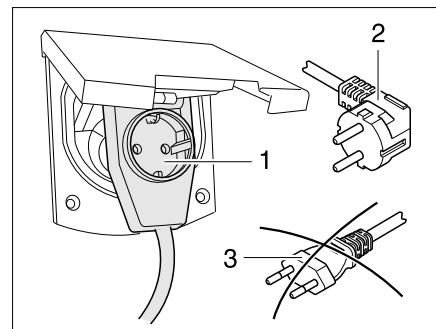

Bild 96 Anschluss an eine Winkelkupplung mit Steckdose
- ▶ Bei Verwendung einer CEE 17 Winkelkupplung mit rückseitig eingebauter Steckdose (Bild 96,1) nur einen gummierten und versiegelten IP 44 Stecker mit Schutzkontakt (Bild 96,2) verwenden. Keine Stecker ohne Schutzkontakt (Bild 96,3) verwenden. Gefahr eines Stromschlages!